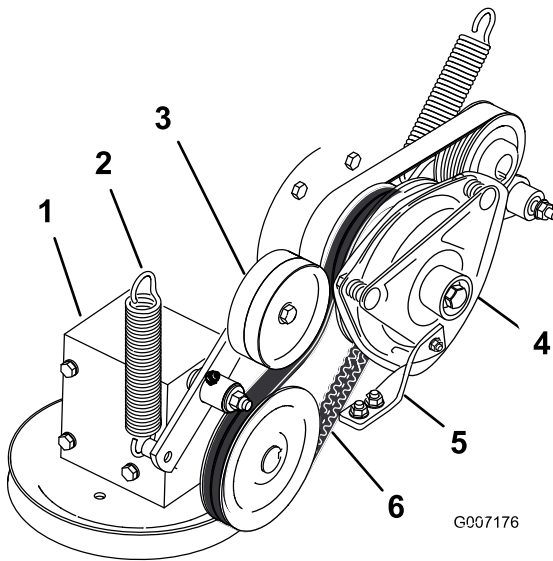

Bild 92
4. Entfernen Sie die Feder vom Spannarm (Bild 92).
7. Verlegen Sie den neuen Zapfwellen-Treibriemen um die Kupplungs- und Getriebespannscheibe (Bild 92).
9. Haken Sie die Feder wieder in den Spannarm ein (Bild 92).